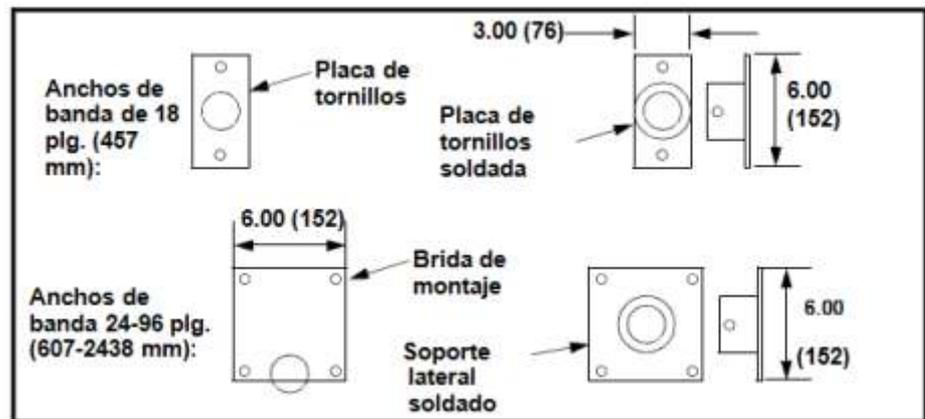

Figura 4. Placas de fijación del Arado en V Martin® Torsion
5. Vea la Figura 4. Marque la ubicación de los orificios de montaje de la siguiente manera: